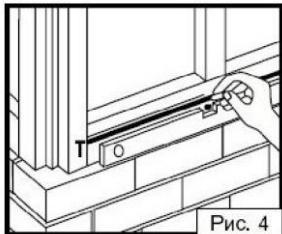

Рис. 4
- Натяните разметочную нить между гвоздями и нанесите по ней линию мелом. Обязательно выровняйте линию при помощи уровня (рис. 4). Повторите эту процедуру по периметру дома.